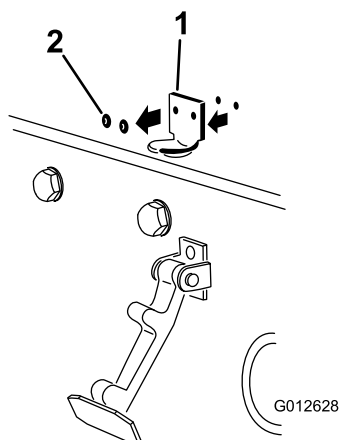

Figura 15
2. Retire los 2 remaches que sujetan el cerradero del capó al capó (Figura 15) y retire el cerradero del capó.